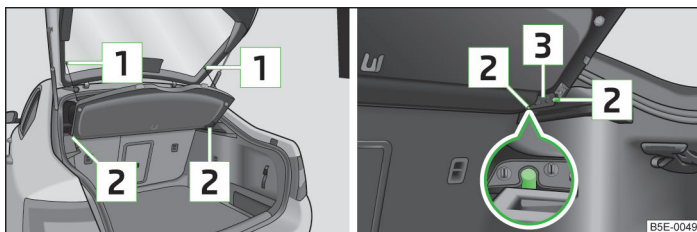

Fig. 87 Smontaggio / montaggio della cappelliera
- Sganciare i nastri di fissaggio **1** » fig. 87.
- Gli alloggiamenti sulla copertura **3** » fig. 87 devono essere innestati nei supporti **2** del rivestimento laterale.
- I sostegni della copertura **3** » fig. 87 devono essere innestati nei supporti del rivestimento laterale **2**.